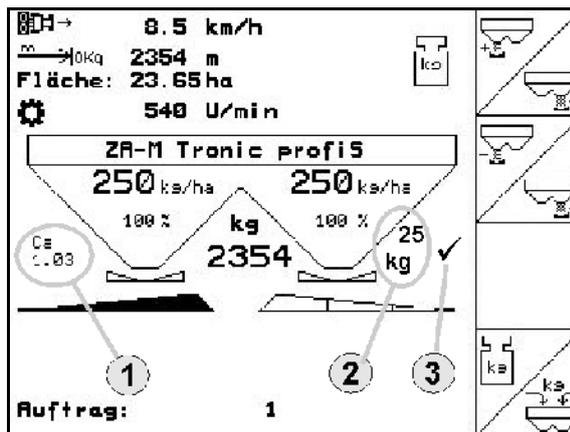

図 26
- 表示 (図 26/1, 2, 3) が消えます。
- 表示されたキャリブレーション係数で散布が続行されます (図 26/1)。